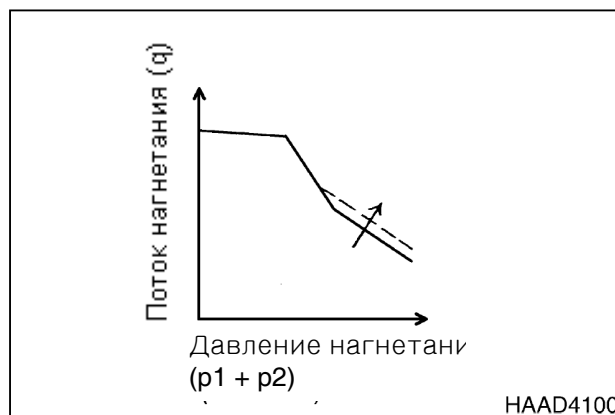

Рис. 28
Настройка выполняется ослаблением шестигранной гайки (801) и затягиванием (или ослаблением) настроечного винта С1 (925). Затягивание винта увеличивает расход и входную мощность, как показано на рис. 28.